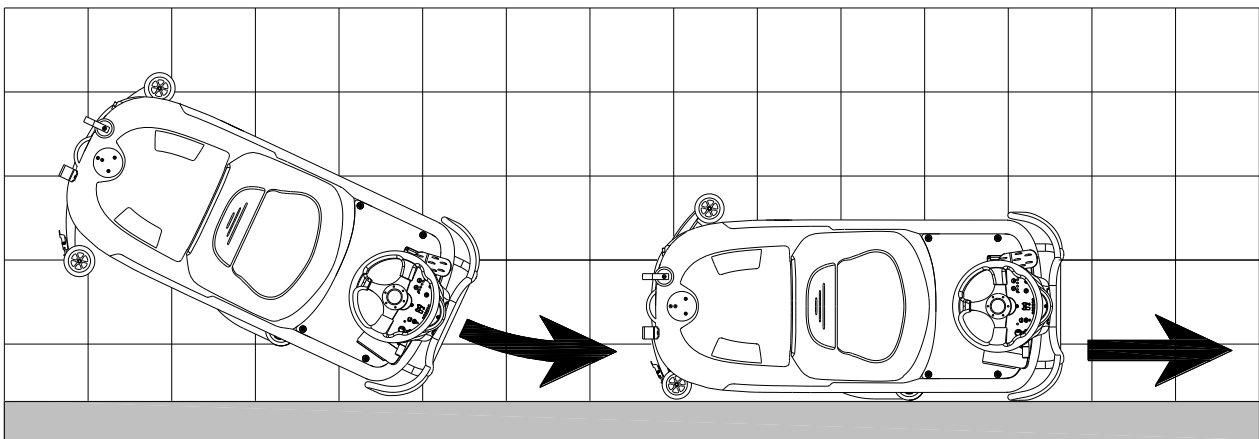
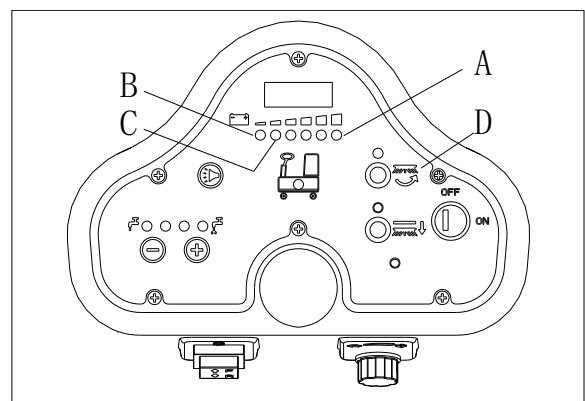

Figura 11
Figura 12
Para esfregar/secar correctamente o chão nos lados das paredes, sugerimos que vá perto das paredes com o lado direito (Lado da roda de pára-choques) da máquina como mostrado na Figura 11.
Quando a luz verde (A, Figura 12) estiver ligada, as baterias têm energia suficiente para a máquina funcionar normalmente; quando todas as luzes verdes estiverem desligada e a luz amarela (C, Figura 12) estiver ligada, a energia das baterias está muito fraca, pelo que devem ser carregadas; quando a luz vermelha (B, Figura 12) pisca, o motor de vácuo e da escova são desligados automaticamente alguns segundos depois pelo que conduza a máquina para carregar as baterias de imediato.
Se o sistema a vácuo for desligado acidentalmente (por exemplo, quando a bóia é activa devido a um movimento súbito da máquina), para continuar a operação: desligue o sistema a vácuo pressionando o interruptor (D, Figura 12), abra o revestimento (A, Figura 11) e verifique se a bóia dentro da grelha (B) desceu para o nível da água. De seguida, feche o revestimento (A) e ligue o sistema a vácuo pressionando o interruptor (D, Figura 12).
2. Levante o convés do suporte de escova/esponja (H, Figura 12) pressionando o pedal (G).
3. Levante o squeegee com a alavanca (H).
5. Esvazie o tanque de água de recuperação com a mangueira (D). De seguida, limpe o tanque com água limpa.